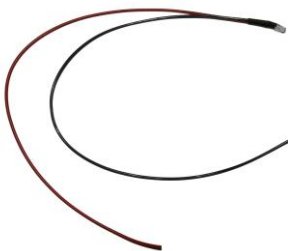

Рис. 10. Внешний светодиод
- индикаторного светодиода (рис. 10);